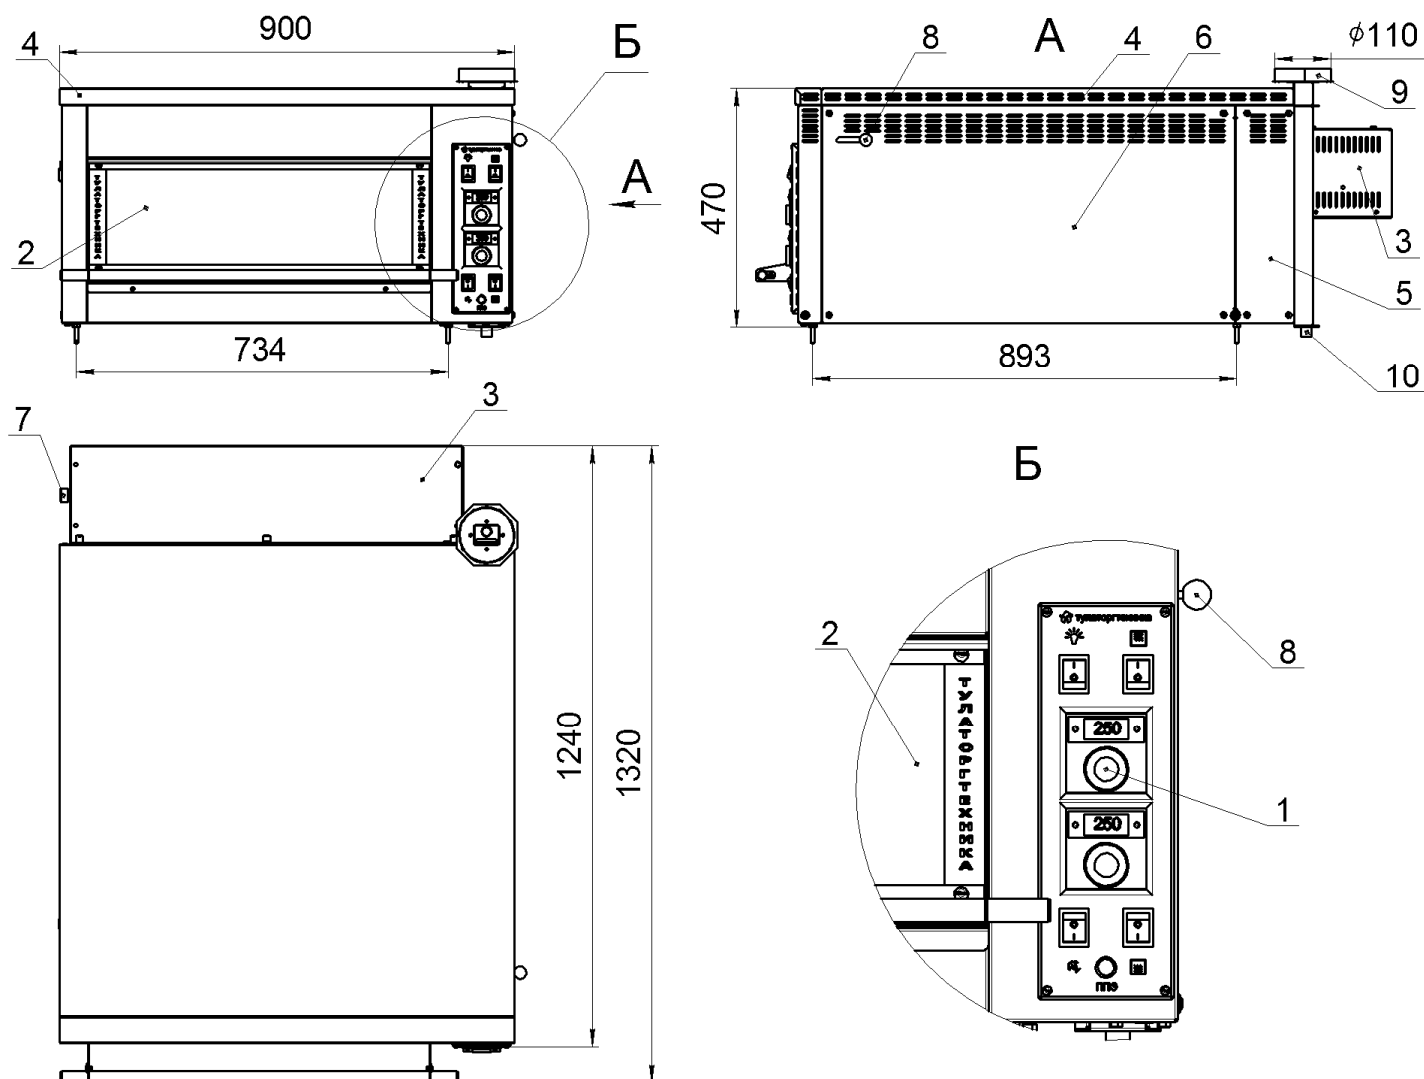
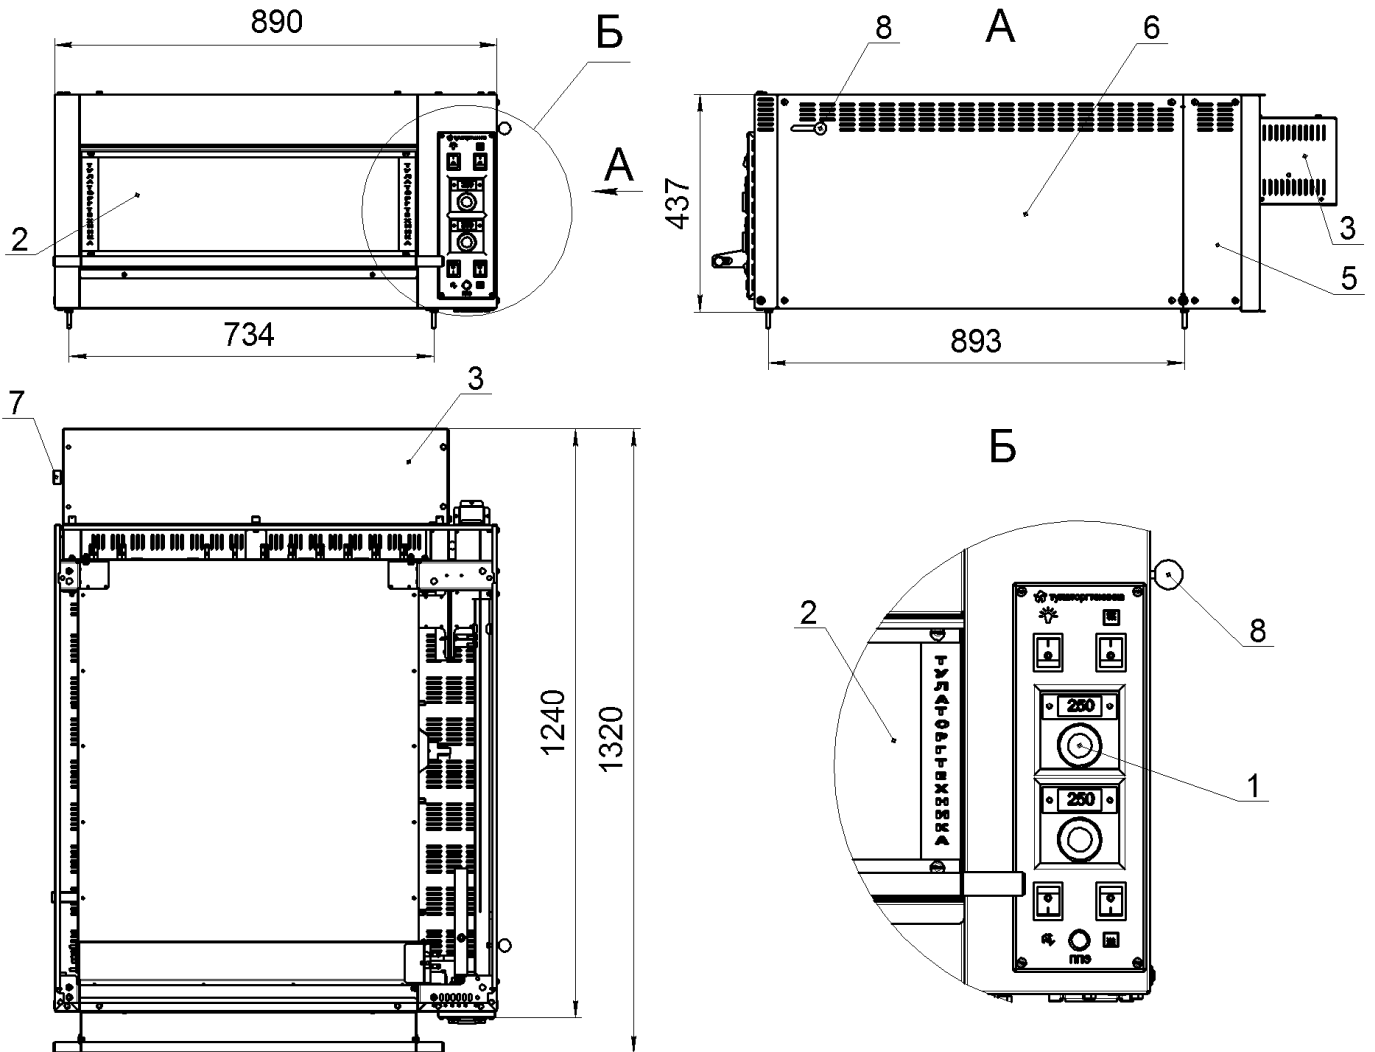

Рис.1
Рис.1.1
Подключение воды производится к штуцеру клапана (поз.7, рис.1 и рис.1.1), резьба наружная G3/4". Подключение рекомендуем производить гибкой подводкой с накидной гайкой G3/4" через фильтр очистки воды от механических примесей и перекрывающий вентиль или шаровой кран.
6.13.1 Снять крышку блока клеммного (поз.5, рис.1 и рис.1.1) с правой стороны печи.